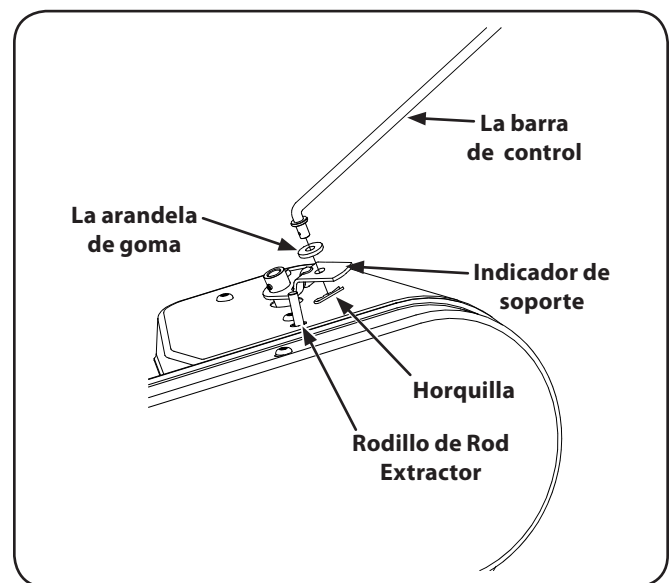

Figure 6-1
3. Retire el broche de horquilla y la arandela de resorte de la varilla de la polea loca. Vea la Fig. 6-1.